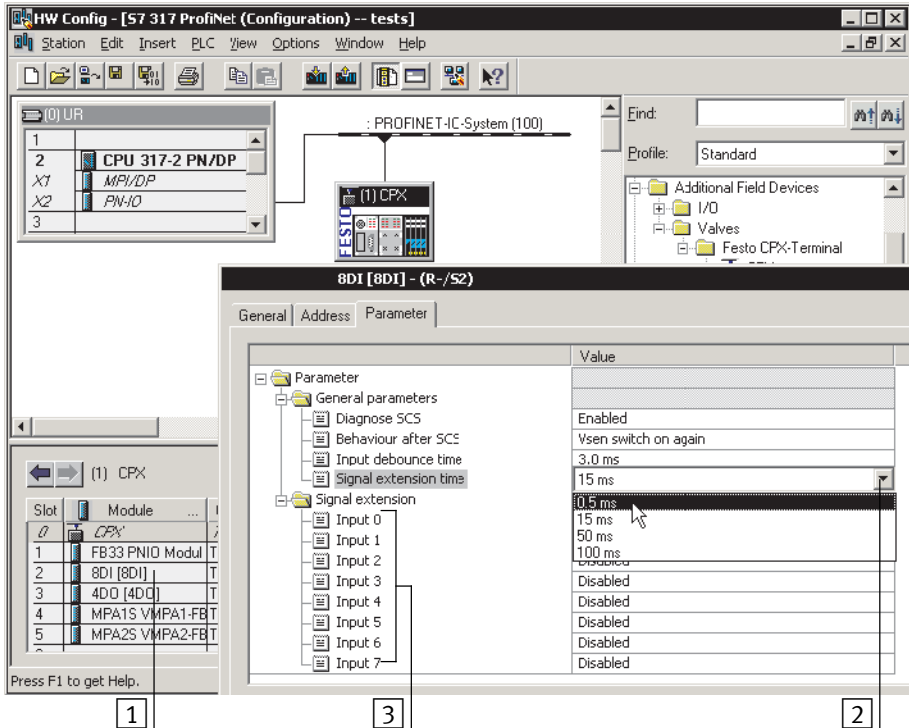

Fig. 2/15 : Réglage des paramètres du module avec Siemens STEP 7
2. Double-cliquer dans le tableau de configuration, sur la ligne du module à paramétrer (1) dans Fig. 2/15). La boîte de dialogue “Propriétés ...” (Propriétés ...) est affichée.
3. Cliquer sur la valeur (“Value”) du paramètre à modifier. Une liste déroulante contenant les valeurs possibles est ouverte (2).